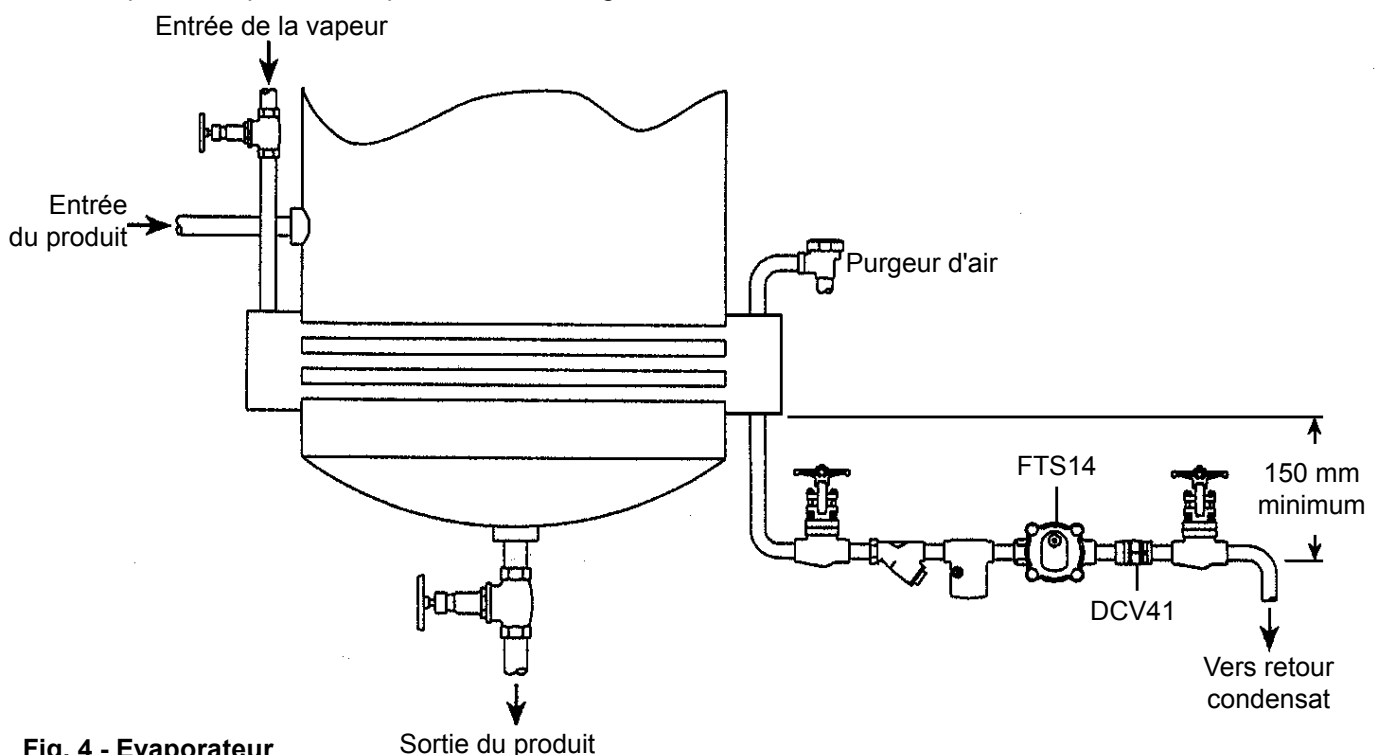

Fig. 4 - Evaporateur
- 3.7 Les purgeurs doivent être installés en charge par rapport au point de purge, c'est à dire avec une légère dénivellation précédant immédiatement l'appareil. - généralement 150 mm, voir fig. 4.
- 3.8 Toujours monter un clapet de retenue en amont des purgeurs en cas de remontée derrière les purgeurs ou de réseau de retour sous pression. Le clapet de retenue empêchera un retour des condensats dans l'espace vapeur lorsque la pression d'entrée est réduite ou lorsque la vapeur est coupée. Utiliser un clapet approprié tel que les clapets DCV Spirax Sarco, voir figure 4.